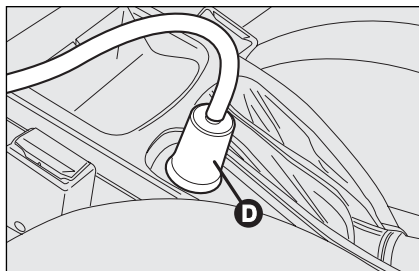
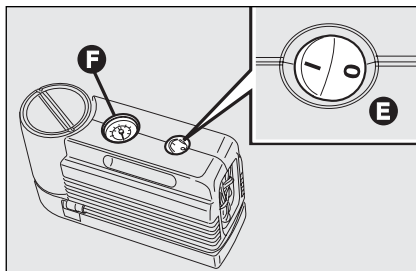

fig. 15
fig. 16
- s'assurer que l'interrupteur **E-fig. 16** du compresseur soit en position **0** (éteint), lancer le moteur, introduire la goupille **D-fig. 15** dans la prise de l'allume-cigares et actionner le compresseur en plaçant l'interrupteur **E-fig. 16** en position **I** (allumé). Gonfler le pneu à la pression prescrite dans le paragraphe "Pression de gonflage" au chapitre "Caractéristiques Techniques". Pour obtenir une lecture plus précise, il est conseillé de vérifier la valeur de la pression sur le manomètre **F-fig. 16** le compresseur éteint;